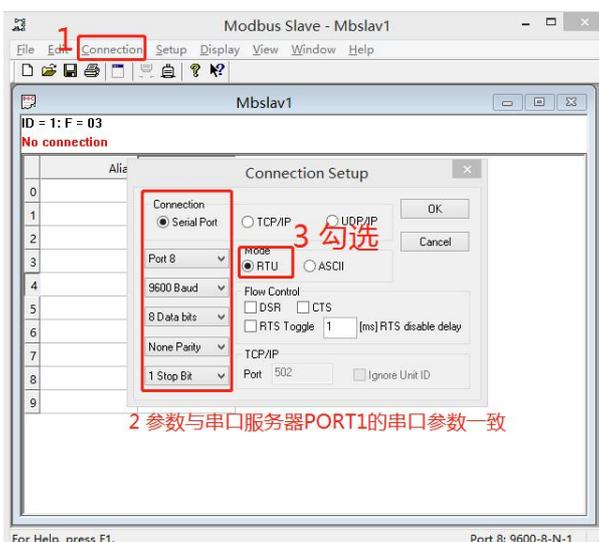
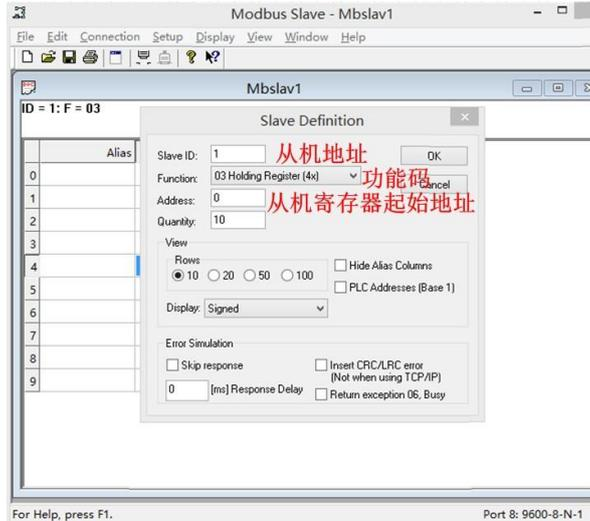

图 43 ModBus Slave 软件设置 1
图 44 ModBus Slave 软件设置 2
10. 打开 ModBus Slave 软件，并按图 43、图 44 所示设置。